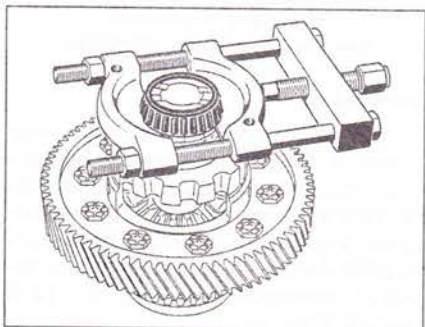

Рис. 5.70. Извлеките малый подшипник при помощи съемника.
6. Извлеките малый подшипник при помощи съемника (рис. 5.70).